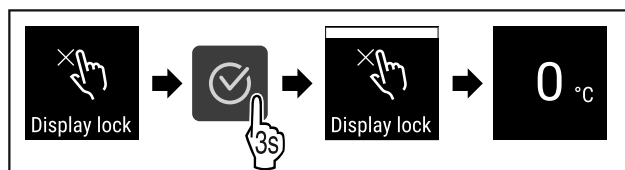

Fig. 67
- ▶ Wykonać czynności (patrz Fig. 67) .